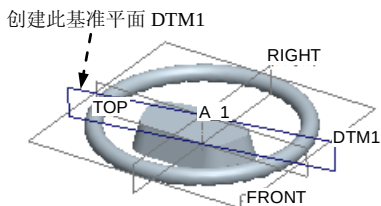

图 4.4.38 平面
Step8. 创建图 4.4.38 所示的 DTM1 基准平面。单击 **模型** 功能选项卡 **基准** 区域中的“平面”按钮 ，按住 Ctrl 键，选取 A_1 基准轴和 TOP 基准平面，设置旋转角度值为-10。